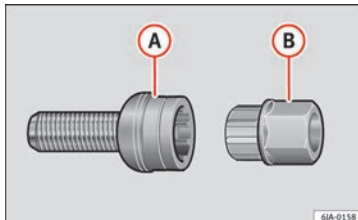

Bild 61 Säkerhetsbult med adapter
- Sätt in adaptern **(B)** » **bild 61** med tandade sidan så långt som möjligt mot den invändiga tandningen på säkerhetsbulten **(A)** så att bara den yttre sexkanten sticker ut.